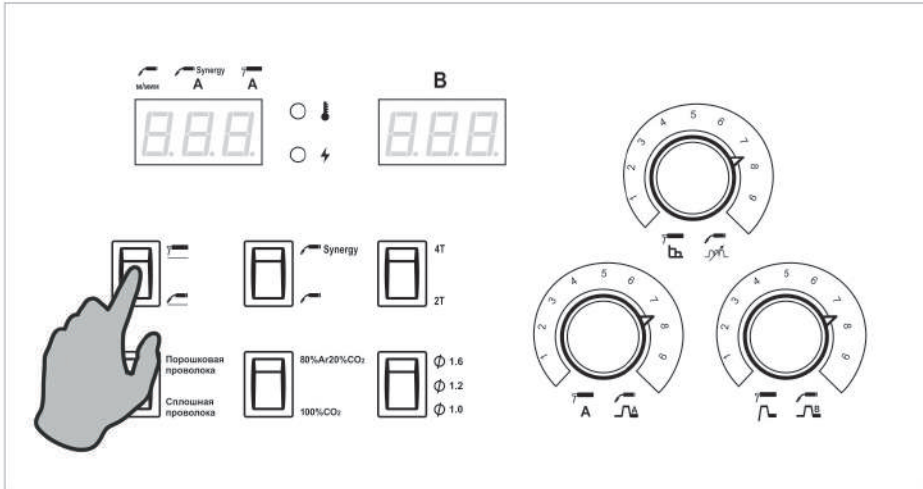

Рис. 8.5.1. Выбор способа сварки.
1. Выберите способ сварки MIG/MAG на передней панели сварочного аппарата (см. рис. 8.5.1).